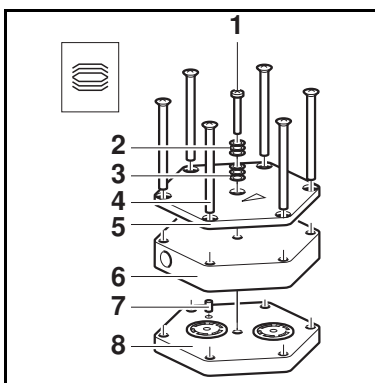

Abb. 24: Pumpenkopf montieren
1. Bei zweiköpfiger Pumpe: An pneumatischer Kopfverschaltung (3) die Überwurfmutter (2) von Hand lösen. Winkelschraub-Verschraubung (1) des Pumpenkopfs (4) gegen den Uhrzeigersinn drehen, bis Verbindungsschlauch abgezogen werden kann.
2. Druckplatte (Abb. 24/5), Kopfdeckel (Abb. 24/6), Zwischenplatte (Abb. 24/8) und Membranaufnahme mit einem durchgehenden Filzstiftstrich markieren (bei zweiköpfigen Pumpen an beiden Pumpenköpfen). Dadurch wird verhindert, dass die Teile später falsch montiert werden.
6. Schraube/Schrauben (1) in der Mitte der Druckplatte (5) mit Tellerfedern (2, 3) einsetzen. Dabei auf die richtige Anordnung der Tellerfedern achten (siehe Abb. 24).
7. Schraube/Schrauben (1) festziehen, bis Schraubenkopf flächig aufsitzt. Schraube/Schrauben mit weiterer halber Umdrehung fixieren.